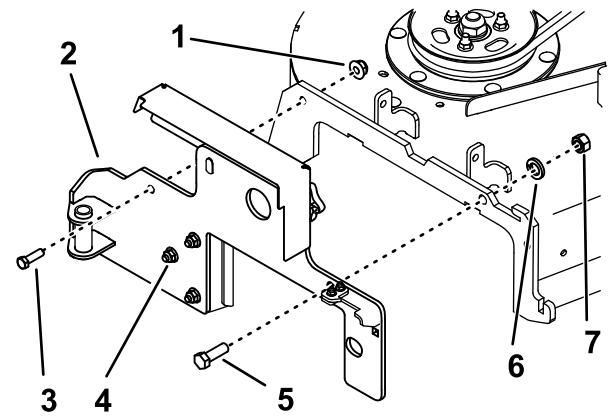

Bild 3
1. Befestigen Sie die Geläsebefestigung mit einer Schraube (1/2" x 1 1/2"), einer Sicherungsscheibe, einer Mutter (1/2"), einer Schraube (3/8" x 1 1/4") und einer Mutter (3/8") am Mähwerk, wie in Bild 3 abgebildet.
1. Befestigen Sie die Gebläsebefestigung mit einer Schraube ($\frac{1}{2}$ " x $1\frac{1}{2}$ "), einer Sicherungsscheibe, einer Mutter ($\frac{1}{2}$ "), einer Schraube ($\frac{3}{8}$ " x $1\frac{1}{4}$ ") und einer Mutter ($\frac{3}{8}$ ") am Mähwerk, wie in Bild 3 abgebildet.